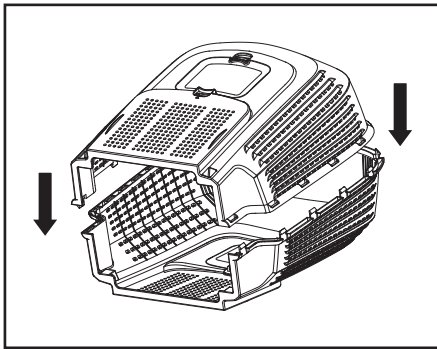
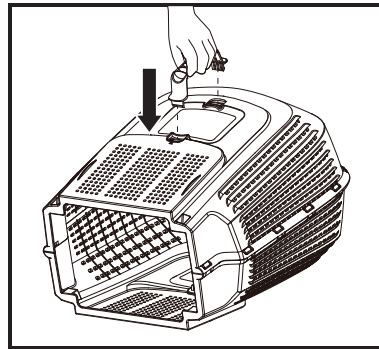

Fig. 4
Fig. 5
1. Fije el reborde de caucho de la red del depósito de hierba a la bandeja de plástico (Fig. 4). Introduzca el asa en los orificios y asegúrese de que encaje con firmeza (Fig. 5).